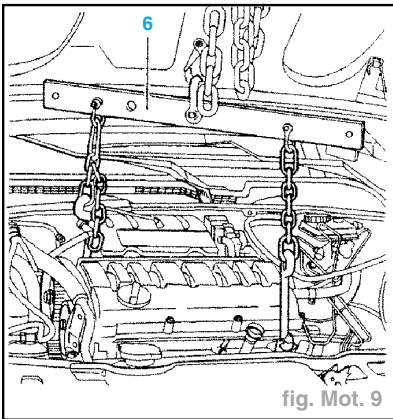

fig. Mot. 9
- Mettre en place le palonnier (6) (fig. Mot. 9).